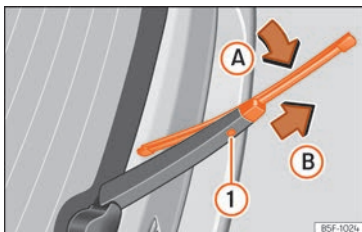

Abb. 86 Scheibenwischerblatt der Heckscheibe auswechseln.
- Wischerblatt leicht drehen »» **Abb. 86** (Pfeil **A**).
- Die Entriegelungstaste ❶ gedrückt halten und gleichzeitig das Scheibenwischerblatt in Pfeilrichtung **B** abziehen.
- Neues Heckscheibenwischerblatt **gleicher Länge und Ausführung** auf den Scheibenwischerarm entgegen der Pfeilrichtung **B** schieben, bis der Mechanismus ❶ einrastet.